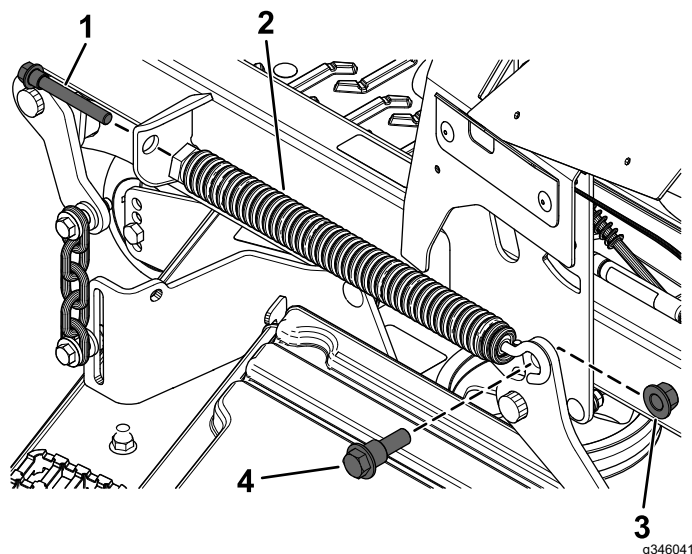

Figura 6
1. Remova o parafuso da mola que prende a frente da mola de elevação da plataforma (Figura 6).
2. Remova o parafuso com olhal e porca de bloqueio (½ pol.) que prende a traseira a mola de elevação da plataforma (Figura 6).
3. Remova a mola de elevação da plataforma (Figura 6).